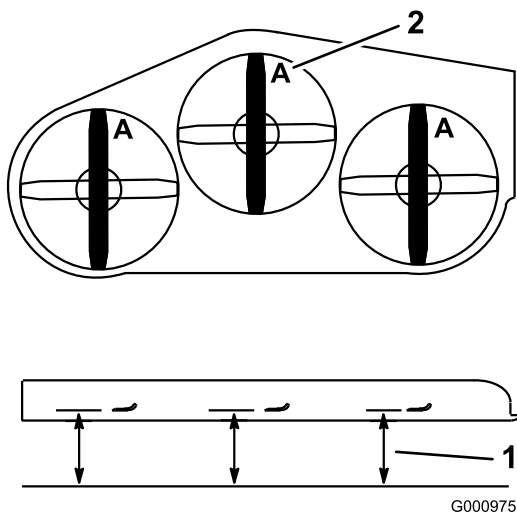

Figure 96
4. Mesurez la distance entre la surface plane et le tranchant (position **A**) des lames (Figure 96).